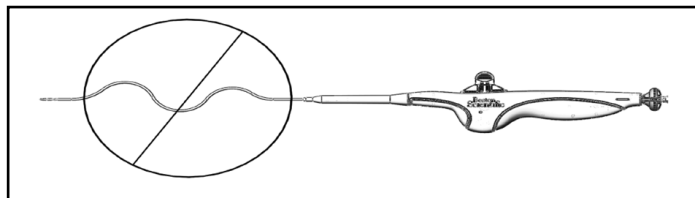

Figura 5. Eliminazione del lasco
9.9 Procedura di espansione dello stent (fare riferimento alla Figura 5)
- Se non è possibile eliminare il lasco (fare riferimento alla **Figura 5**) e/o la curvatura del catetere del sistema di rilascio tra l'introduttore/guaina guida e l'impugnatura del sistema di rilascio durante la fase di espansione, la precisione dell'espansione dello stent potrebbe essere compromessa, specie nei casi ipsilaterali.